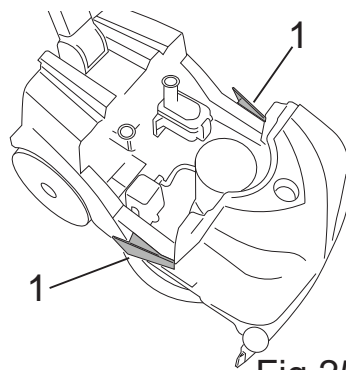

Fig.25
- Premere le due leve laterali di blocco serbatoi (Fig.25-Rif.1), estrarre il serbatoio di recupero dal telaio.